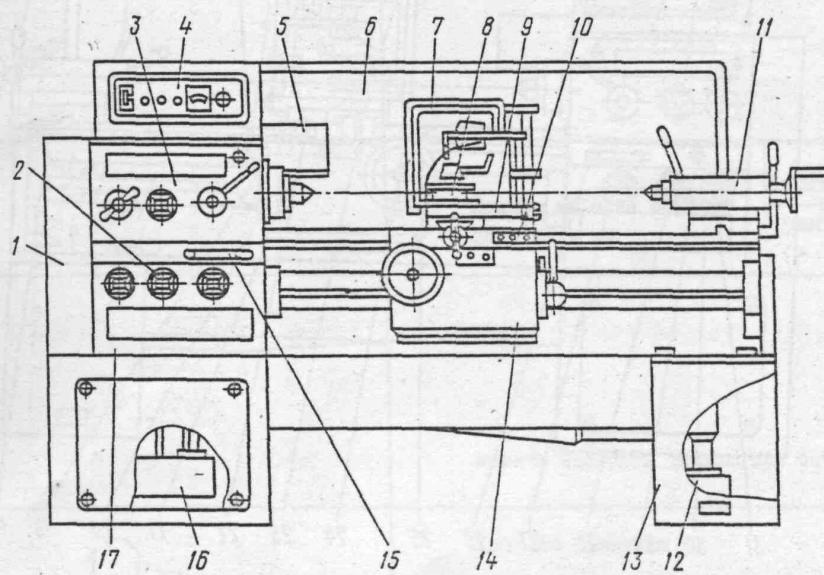

Рис. 2. Расположение составных частей станка
I.2.1. Расположение составных частей станка представлено на рис.2.